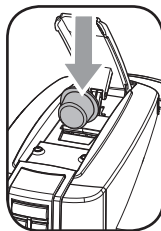

Fig.2
- 9- Introduisez la capsule comme indiqué sur la figure (fig.2).